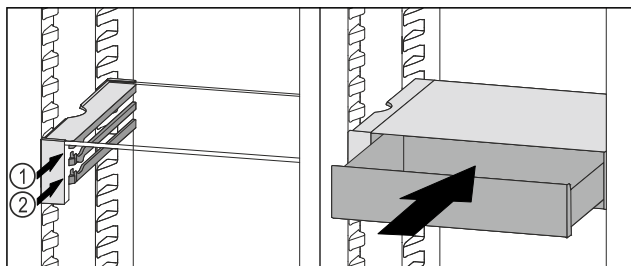

Fig. 174
- Stavite ladicu VarioSafe ukoso iza zaustavljača na željeni žlijeb Fig. 174 (1) ili Fig. 174 (2).